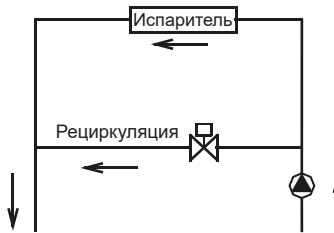

Рис. 4-3
c. Входной трубопровод испарителя должен быть снабжен реле протока, чтобы обеспечить защиту чиллера от отсутствия протока воды. С обеих сторон реле протока должны быть подсоединены горизонтальные прямые участки трубопровода, диаметр которого в 5 раз превосходит диаметр трубы. Реле протока следует монтировать в строгом соответствии с «Указаниями по установке и настройке реле протока» (рис. 4-3 и 4-4). Соединение регулятора целевого протока с распределительным шкафом должно быть выполнено экранированным кабелем (подробнее об этом см. на схеме электрических цепей управления). Рабочее давление регулятора целевого протока равно 1,0 МПа, а диаметр согласующего отверстия — 1 дюйм (25,4 мм). После монтажа трубопроводов регулятор целевого протока должен быть настроен надлежащим образом в соответствии с проектным расходом воды данного чиллера.